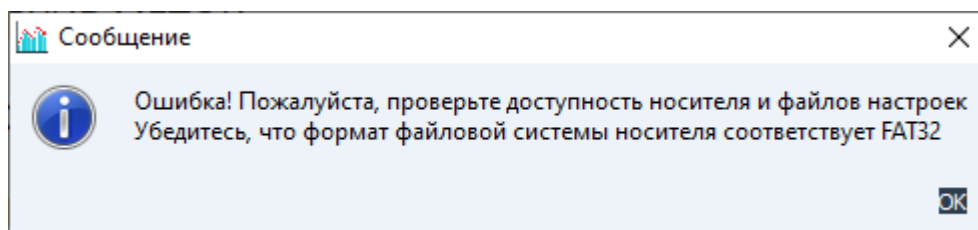

Рисунок 2.67 – Ошибка передачи данных на внешний накопитель
2.3.1.4.3 Для копирования системных настроек, настроек входов и выходов или настроек меток на другие приборы, либо журнала событий, необходимо нажать на клавишу «ЭКСПОРТ», после чего все введенные настройки/события скопируются на внешний носитель данных. Для переноса системных настроек, настроек входов и выходов или настроек меток с другого прибора необходимо нажать на клавишу «ИМПОРТ», все необходимые настройки скопируются на прибор с внешнего носителя. В случае ошибки передачи, администратор увидит сообщение об ошибке (рис. 2.67).